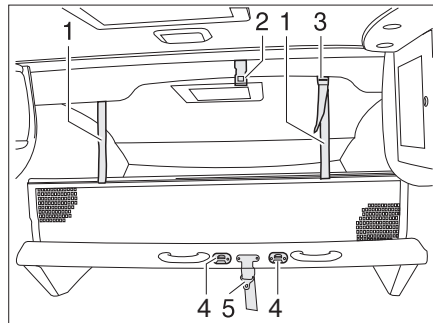

Fig. 115 Cama elevada manual
- Asegurar la cama elevada con el cinturón de retención (Fig. 115,5) al techo (Fig. 115,2).
- Enganchar la escalera de ascenso a las grapas (Fig. 115,4) de la cama elevada con los dos ganchos.
- Engatillar las cintas de sujeción (Fig. 115,1) en los soportes en el techo (Fig. 115,2).